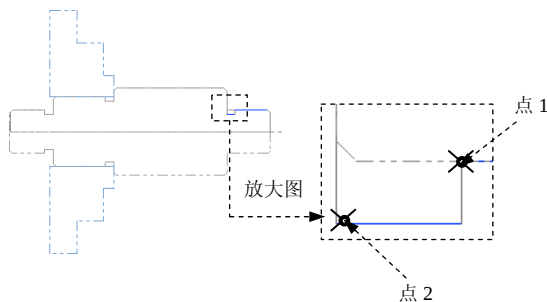

图 18.16 定义加工轮廓
Step2. 定义加工轮廓。在“Grooving Options”对话框中选中  **两点** 单选项，单击  按钮，在图形区依次选取图 18.16 所示的点 1 与点 2，然后按 Enter 键，系统弹出“车床-径向粗车 属性”对话框。